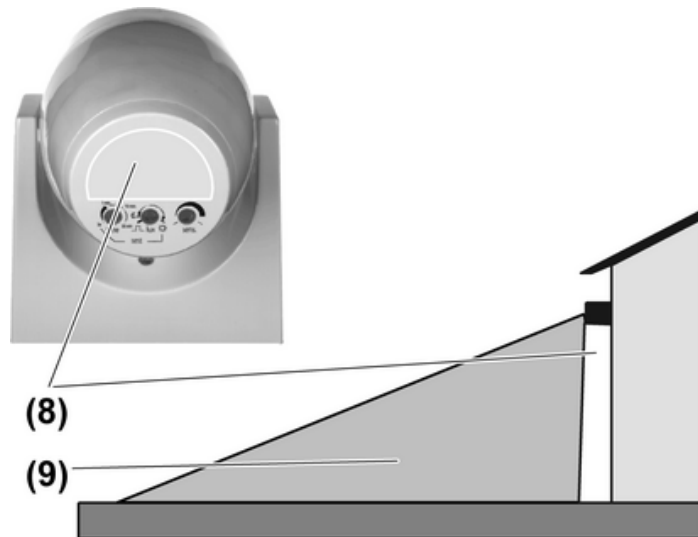

Figure 10: Masquer la protection anti-rampement
- Coller l'élément de cache de protection anti-rampement sous la tête du capteur (figure 10) afin de masquer la zone située sous le détecteur de mouvement.